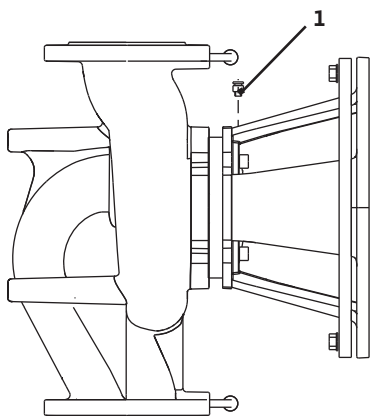

Рис. 37: Клапан для выпуска воздуха
- Удалить воздух из насоса путем открытия клапанов для выпуска воздуха (рис. 37, поз. 1). Сухой ход разрушает скользящее торцевое уплотнение насоса. На датчике перепада давлений нельзя сбрасывать давление (опасность разрушения).